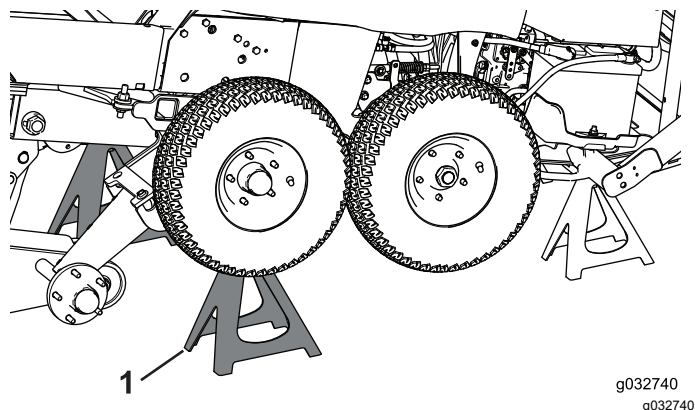

Figura 89
1. Gato fijo (2)
5. Utilice gatos fijos para apoyar el bastidor de invierno (Figura 89).
6. Retire las ruedas delanteras (Figura 89).